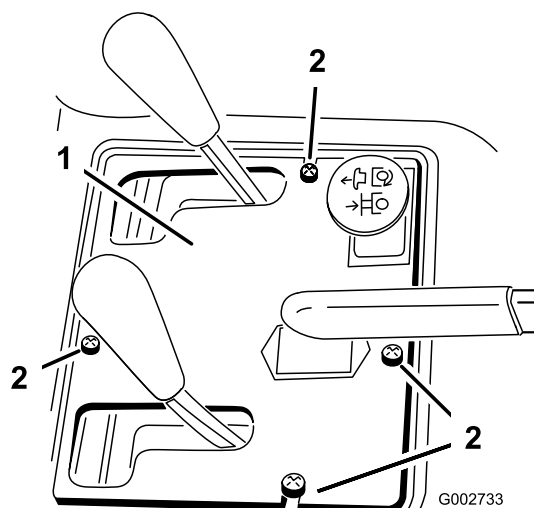

Figure 38
2. Retirez les 4 vis qui fixent le panneau de commande au cadre (Figure 38).